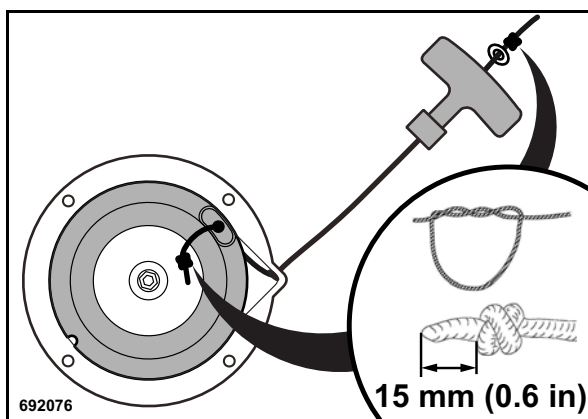

Fig. 54
- Enhebrar el nuevo cable de arranque y fijarlo en ambos extremos con los respectivos nudos (Fig. 54).